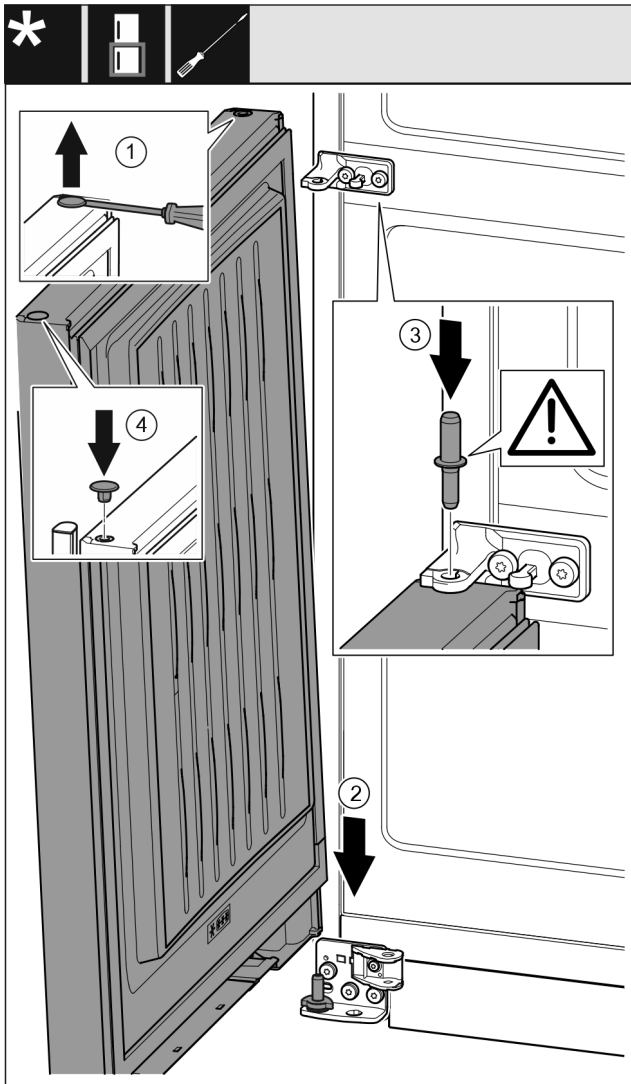

Fig. 39
- ▶ Soulever délicatement le bouchon avec un tournevis plat et le sortir. Fig. 39 (1)
- ▶ Mettre la porte par le haut sur l'axe de palier inférieur. Fig. 39 (2)
- ▶ Mettre en place l'axe de palier du milieu à travers le support de palier du milieu dans la porte inférieure. Veiller à ce que l'ergot d'enclenchement soit orienté en arrière. Fig. 39 (3)
- ▶ Remettre en place le bouchon de l'autre côté de la porte. Fig. 39 (4)